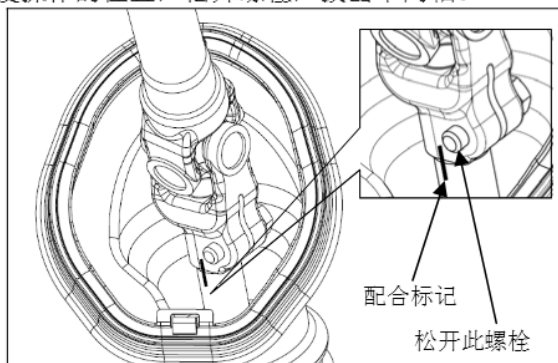

图 29
① 在中间轴下端与转向器输入轴配合处做好配合标记，如图 29 所示。
② 此时可以套上转向盘转动，使螺栓处于方